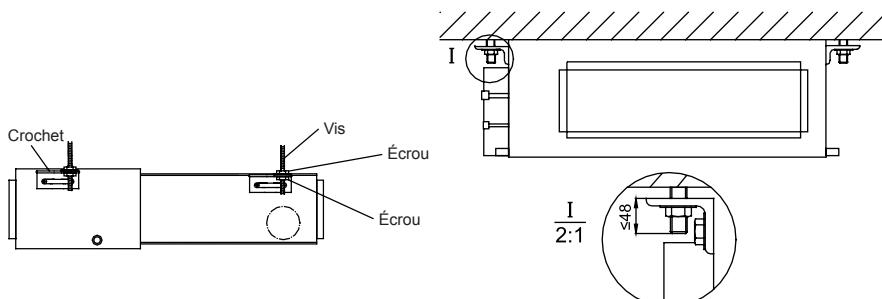

Fig. 9
- (4). Passez les fixations de l'équipement sur les boulons installés au plafond et installez l'équipement avec l'écrou spécial. (Fig. 9)